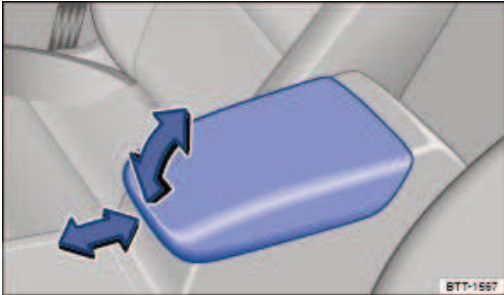

Fig. 150 Dans l'accoudoir central avant : rangement
*Ouverture* : relevez l'accoudoir central → Fig. 150.
*Réglage en longueur* : avancez ou reculez complètement l'accoudoir central avant dans le sens de la flèche → Fig. 150.